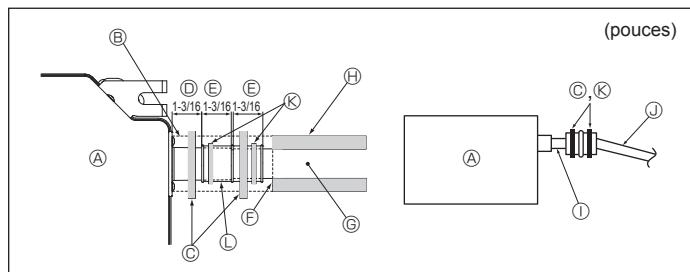

Fig. 6-2
- Raccordez la prise d'écoulement (fournie avec l'appareil) à l'orifice de drainage. (Fig. 6-2)